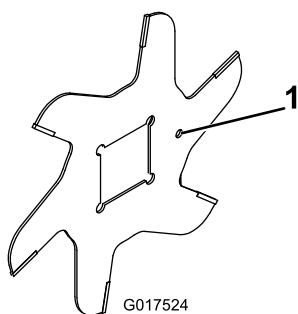

Рисунок 15
1. Установите нож (Рисунок 15).
4. Устанавливайте каждый последующий нож по часовой стрелке таким образом, чтобы соответствующее установочное отверстие (Рисунок 15) не было совмещено с первым отверстием ножа одной плоскостью вала.